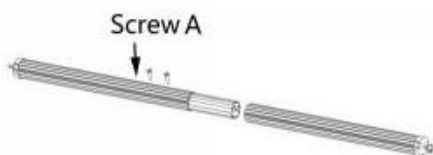

Figure C8
3.4.1 Retirez le tube d'enroulement du store et les tubes de raccordement intérieurs correspondants, assemblez-les comme indiqué sur la figure et fixez-les à l'aide de vis autotaraudeuses A pour former un ensemble. (Figure C8)